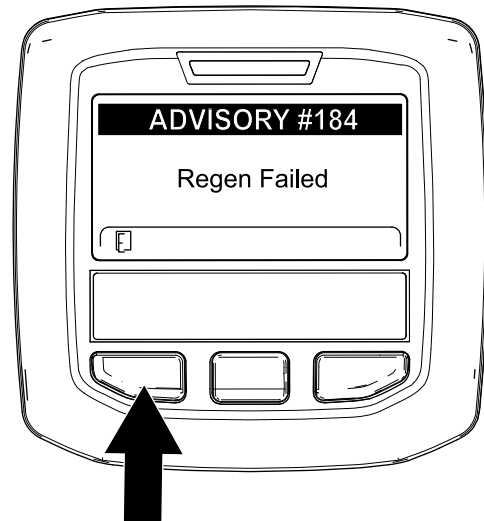

Figura 60
**Nota:** Si la regeneración no se completa, el InfoCenter muestra el Aviso N° 184 (Figura 60). Pulse el botón izquierdo para salir de la pantalla de inicio.